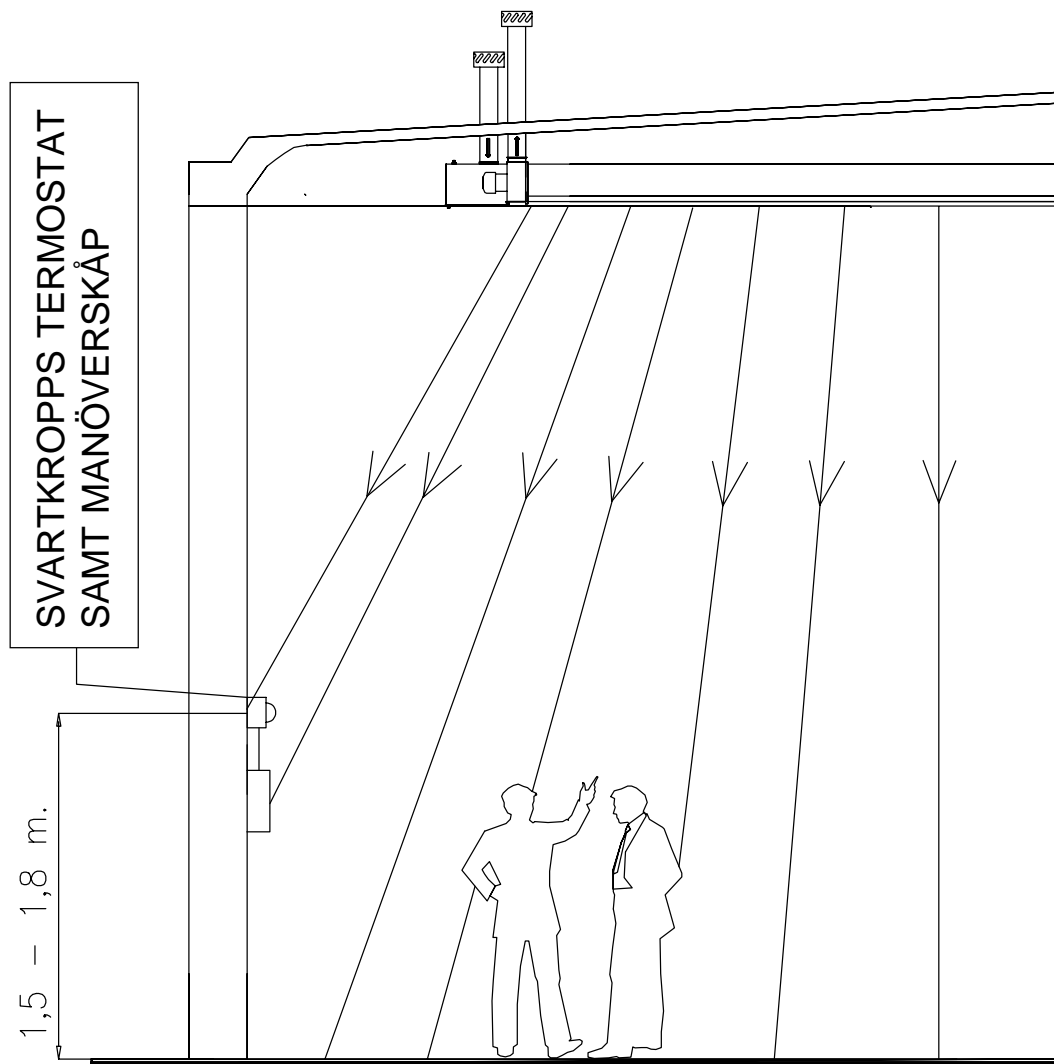

Fig. 23 Placering av svartkropp-termostaten
- Svartkroppskännaren (termostaten) skall placeras ca 1.8 m över golv och i synfältet från strålningsstuberna (se fig. 23).